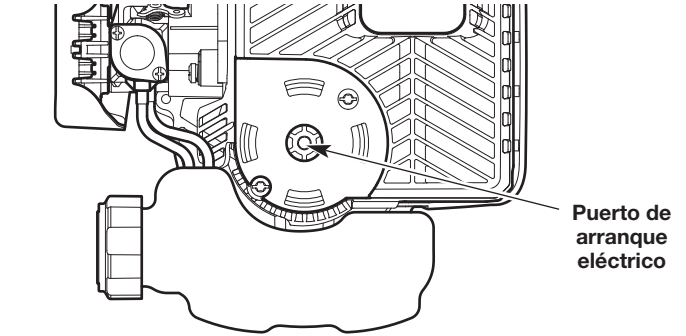

Fig. 12
4. Inserte el accesorio de arranque eléctrico dentro del orificio de arranque eléctrico (Fig. 12).